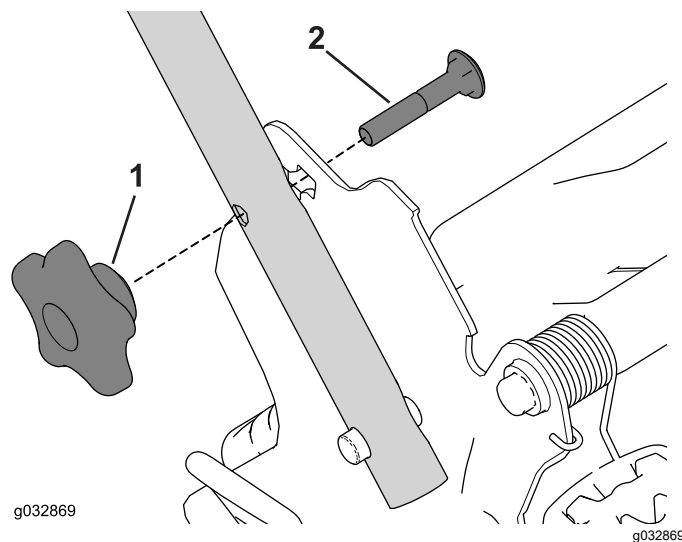

Figura 29
3. Inserte el perno de cuello cuadrado (con la cabeza del perno hacia el interior) a través del soporte del manillar y del orificio superior del extremo del manillar. Asegúrese de que los bordes cuadrados de cada perno de cuello cuadrado entren en el orificio cuadrado superior o inferior de su soporte del manillar relacionado (Figura 29).